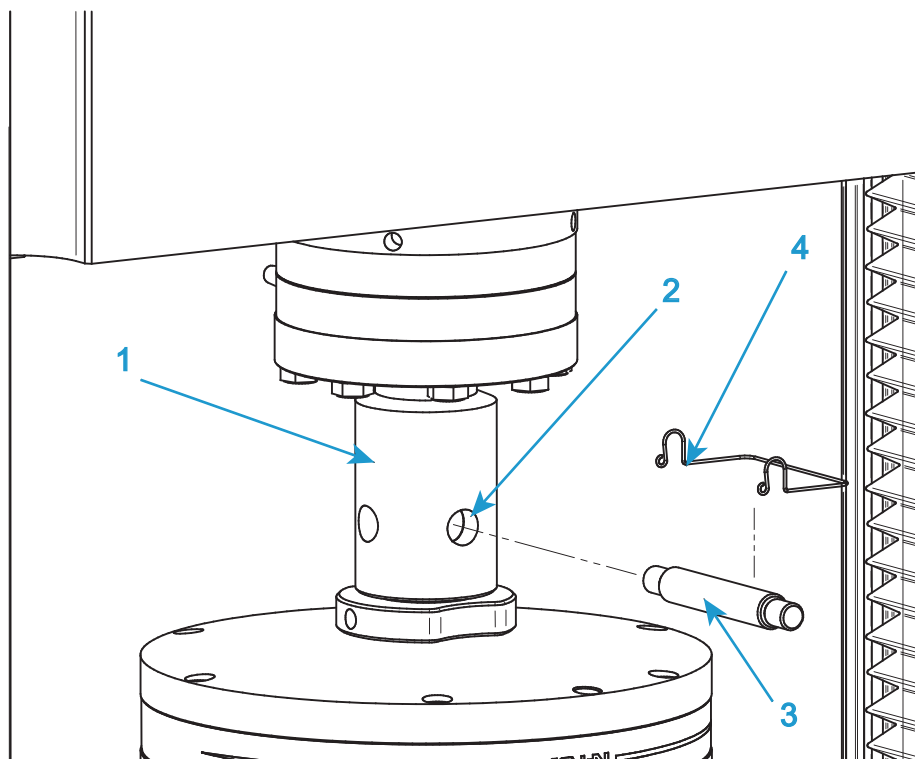

Figure 19. Installation de mâchoire classique
Consultez Figure 19 à la page 98 lorsque vous suivez cette procédure.
1. Pour la mâchoire supérieure, insérez l'adaptateur de la mâchoire dans le connecteur femelle à broche (1 dans la Figure 19) de l'adaptateur de capteur de force.
2. Alignez les trous de broche (2 dans la Figure 19) et insérez la broche (3 dans la Figure 19) par les trous.
3. Fixez la broche en position par la goupille de broche (4 dans la Figure 19).